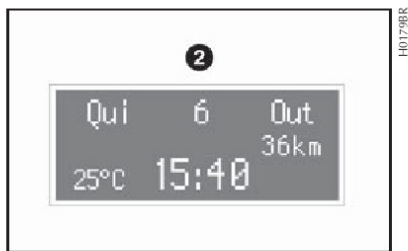

fig. 37
**Display 2-fig. 37** - Ideogramas, informações numéricas e mensagens de texto.